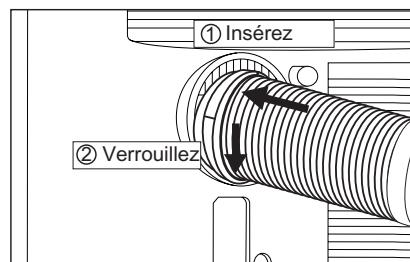

Fig. 4
3. Insérez l'adaptateur A dans l'appareil (Fig. 4).